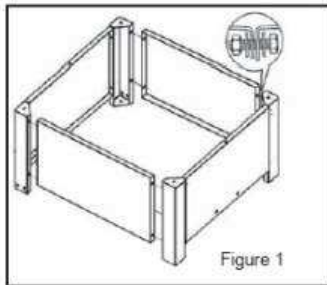

Figure 1
3. Montez l'établi comme indiqué à la Figure 1.